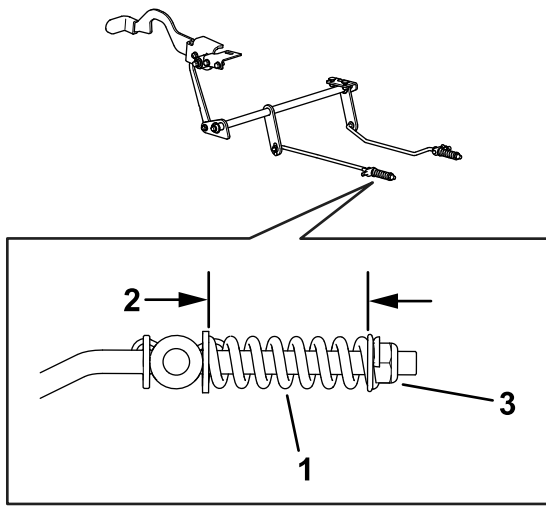

Bild 58
8. Prüfen Sie beide Federlängen, wie in Bild 58 abgebildet. Falls eine Einstellung erforderlich ist, drehen Sie die Federsicherungsmutter nach rechts, um die Feder zu verkürzen und nach links, um die Feder zu verlängern. Wiederholen Sie Schritt 6.